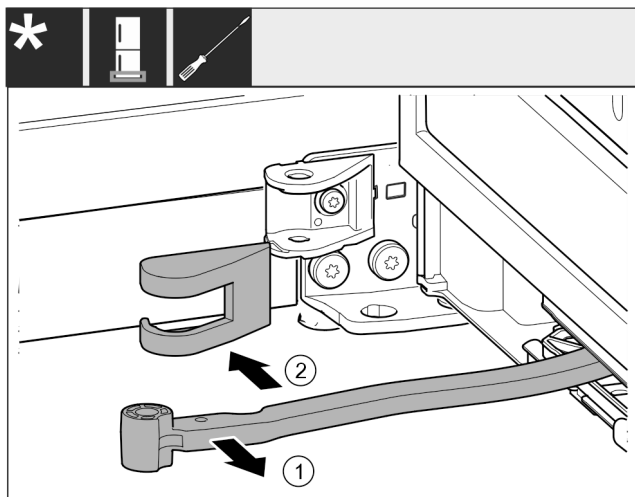

Fig. 20
- ▶ Ruotare il giunto Fig. 20 (1) in direzione della porta.
- ▶ Rimuovere la copertura del blocco di supporto Fig. 20 (2).